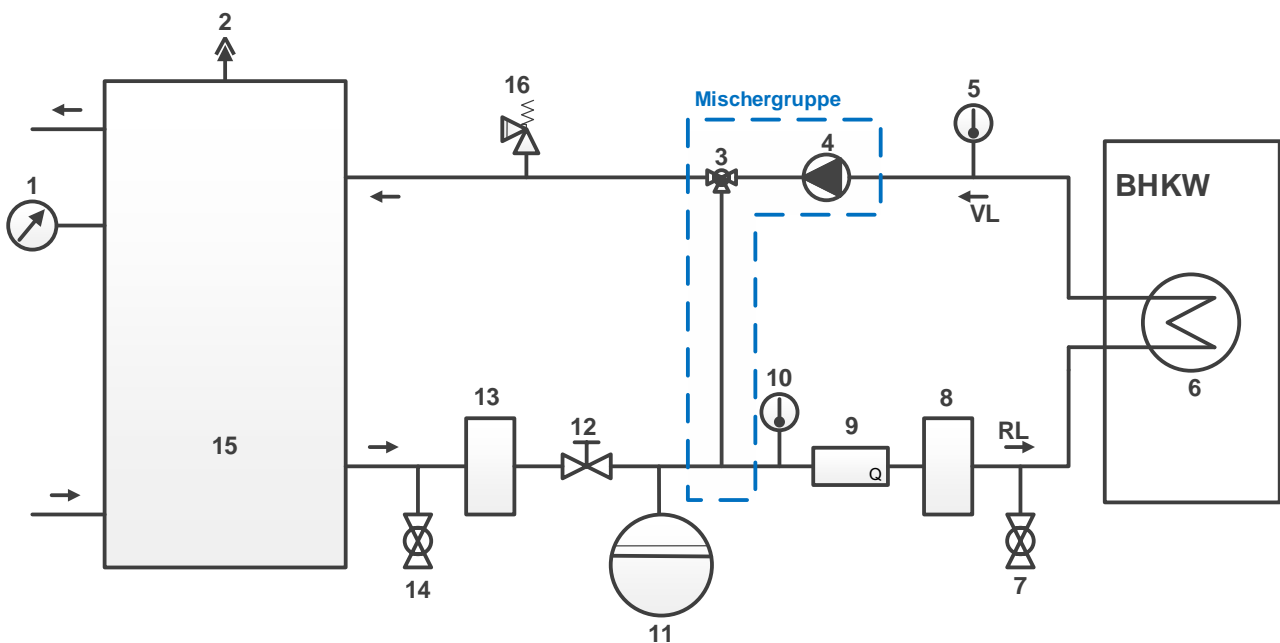

Bild 4: Hydraulischer Aufbau
Der Hydraulische Aufbau ist in Bild 4 dargestellt. Über den internen Heizungswärmeübertrager des BHKW (6) wird die erzeugte Wärme in den Heizkreis abgegeben. Zwei PT-100 Temperaturfühler (5,10) erfassen die Temperaturen des Vor- bzw. Rücklaufs. Der Volumenstrom des Heizkreislaufs wird durch einen magnetisch induktiven Durchflussmesser (9) gemessen. Die Mischerguppe des BHKW, bestehend aus einem 3-Wege-Mischventil (3) und einer Umwälzpumpe (4), sorgt für eine Beimischung des wärmeren Vorlaufwassers in den Rücklauf. Diese Temperaturerhöhung des Rücklaufs ist notwendig, um die Motortemperatur in der Warmlaufphase des BHKW auf über 50°C zu erhöhen. Im Versuch ist die Beimischung dann außer Kraft gesetzt.